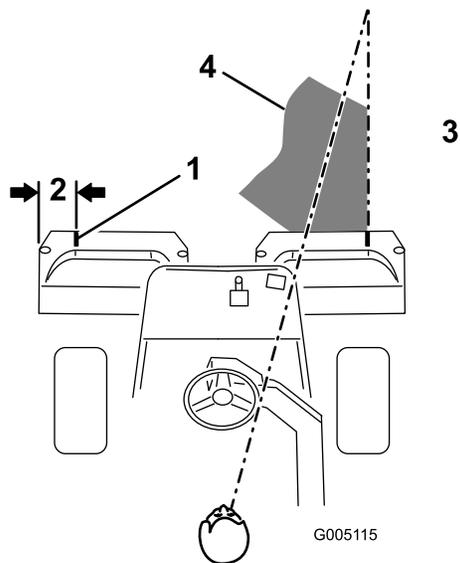
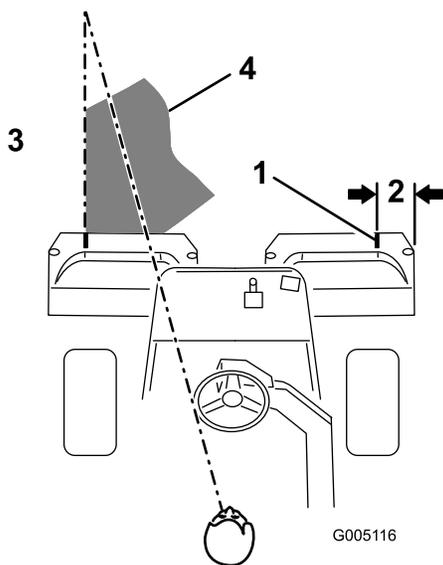

Figura 29
Figura 30
- Coloque un trozo de cinta blanca o pinte una raya en cada recogehierbas, paralelo al borde exterior de cada uno (Figura 29).
- Debe haber un solape mínimo con las pasadas anteriores. Para ayudar a mantener una línea recta a través del green y mantener la máquina a la misma distancia de la pasada anterior, establezca una línea imaginaria aproximadamente de 1,8 a 3 m por delante de la máquina hasta el extremo de la parte no segada del green (Figura 29 y Figura 30). Puede ser útil incluir el borde exterior del volante como parte de la línea imaginaria, es decir, mantener el borde del volante alineado con un punto que se mantiene siempre a la misma distancia de la parte delantera de la máquina (Figura 29 y Figura 30).